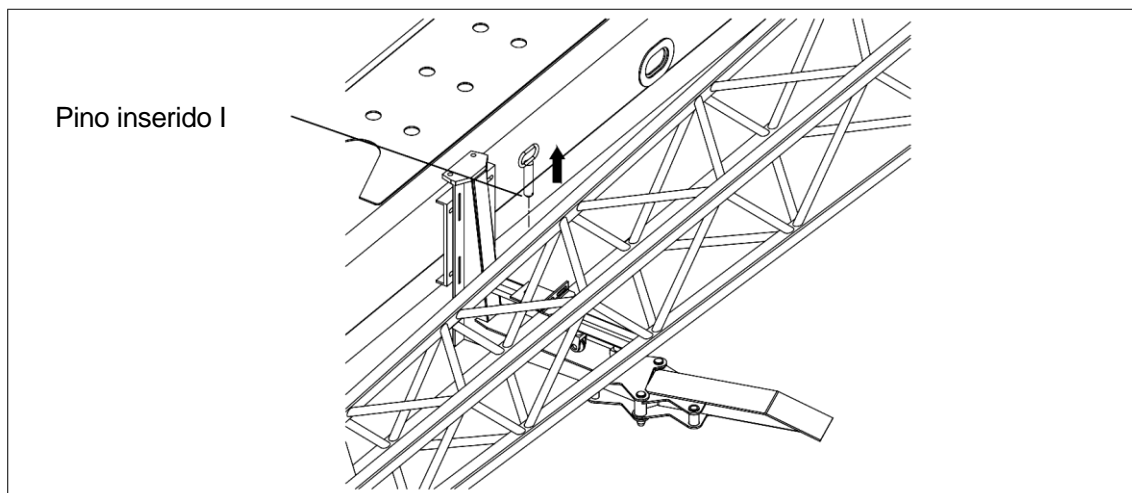

Fig.07-03
- d) Estenda o adaptador intermediário e remova o pino inserido I. Consulte a Fig. 07-03.